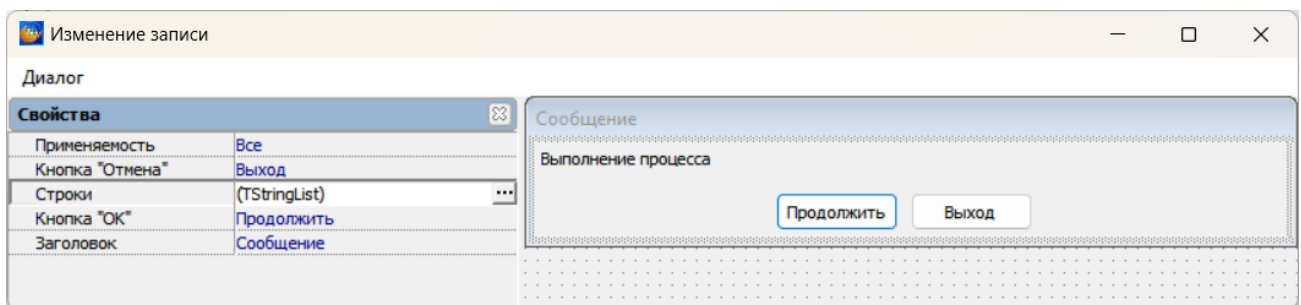

Рисунок 619
3) Внешний вид созданного сообщения будет отображаться в правой части окна **Редактор форм** (рисунок 619).